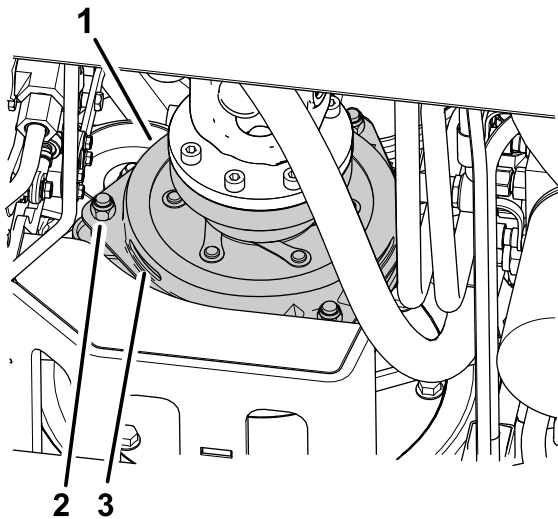

Figura 80
3. Ajuste la holgura hasta que pueda deslizarse una galga de 0,3 mm entre la guarnición del embrague y la placa de fricción con una ligera presión (Figura 80).
Nota: La holgura puede reducirse girando las tuercas de ajuste en sentido horario (Figura 80). La holgura máxima es de 0,6 mm. Ajuste las 3 holguras a 0,4 mm.